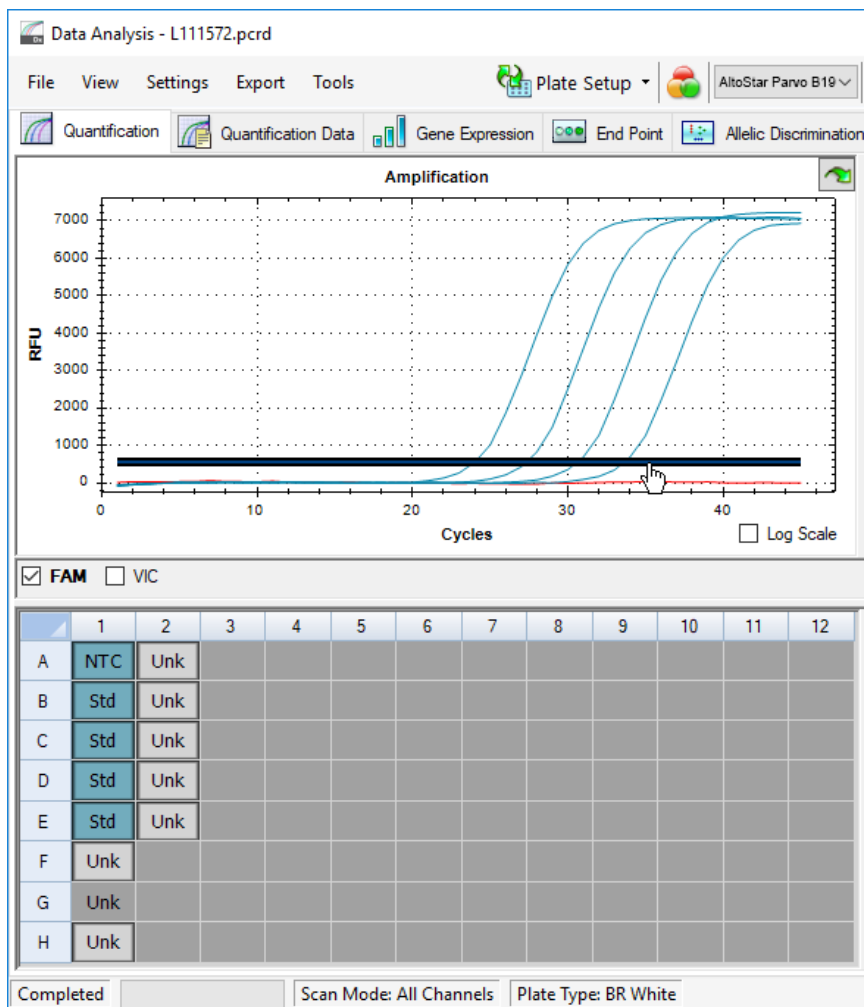

Figura 10: Finestra Data Analysis (Analisi dei dati): impostazione della soglia FAM™
5. Sul lato sinistro della finestra Data Analysis (Analisi dei dati) togliere il segno di spunta dalla casella di controllo **VIC** e spuntare solo la casella di controllo **FAM** per il canale di rilevamento del parvovirus B19 target (vedere figura 10).
- Selezionare solo i pozzetti contenenti NTC e QS nella vista piastra della finestra Data Analysis (Analisi dei dati) (vedere figura 10).
- Trascinare la soglia pozzetto sopra al segnale dell'NTC nell'area esponenziale dei segnali QS (vedere figura 10).